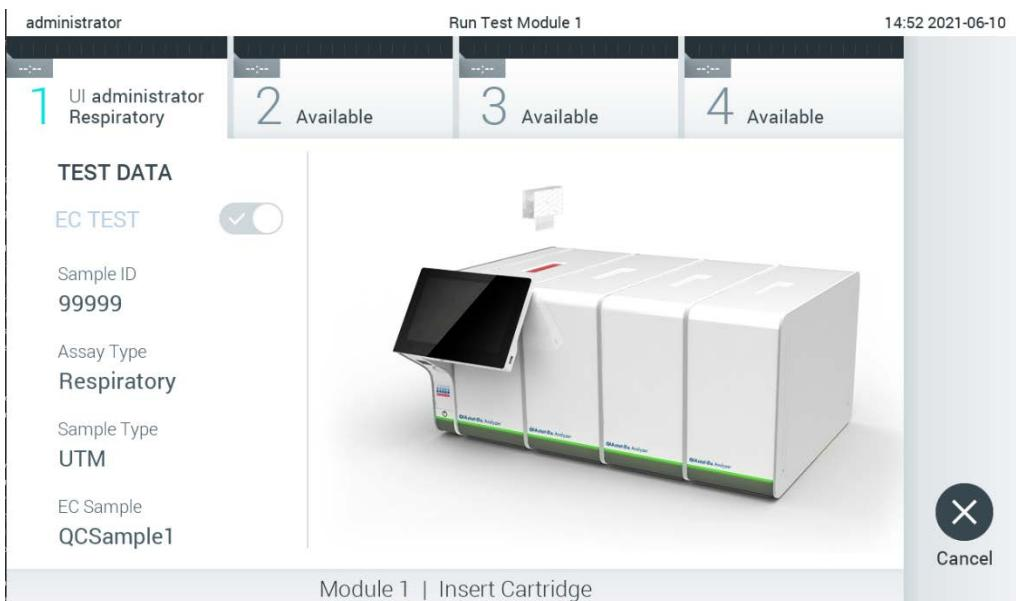

Figura 93. Introducerea cartușului de test QIAstat-Dx în QIAstat-Dx Analyzer 1.0.
5. Asigurați-vă că ambele capace ale probelor aferente orificiului pentru tampon și orificiului principal din cartușul de test QIAstat-Dx sunt bine închise. Atunci când se deschide automat orificiul de introducere a cartușului, din partea de sus a QIAstat-Dx Analyzer 1.0, introduceți cartușul de test QIAstat-Dx cu codul de bare îndreptat către stânga și cu camerele de reacție orientate în jos (Figura 93).